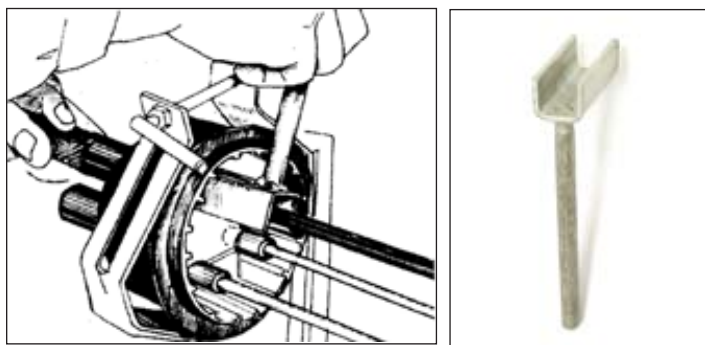

Рисунок 4.8 - Крепление штуцера; специальный ключ S=24 мм
4.1.17 Закрепить штуцер в патрубке гайкой, применяя специальный ключ S=24 мм (рисунок 4.8).